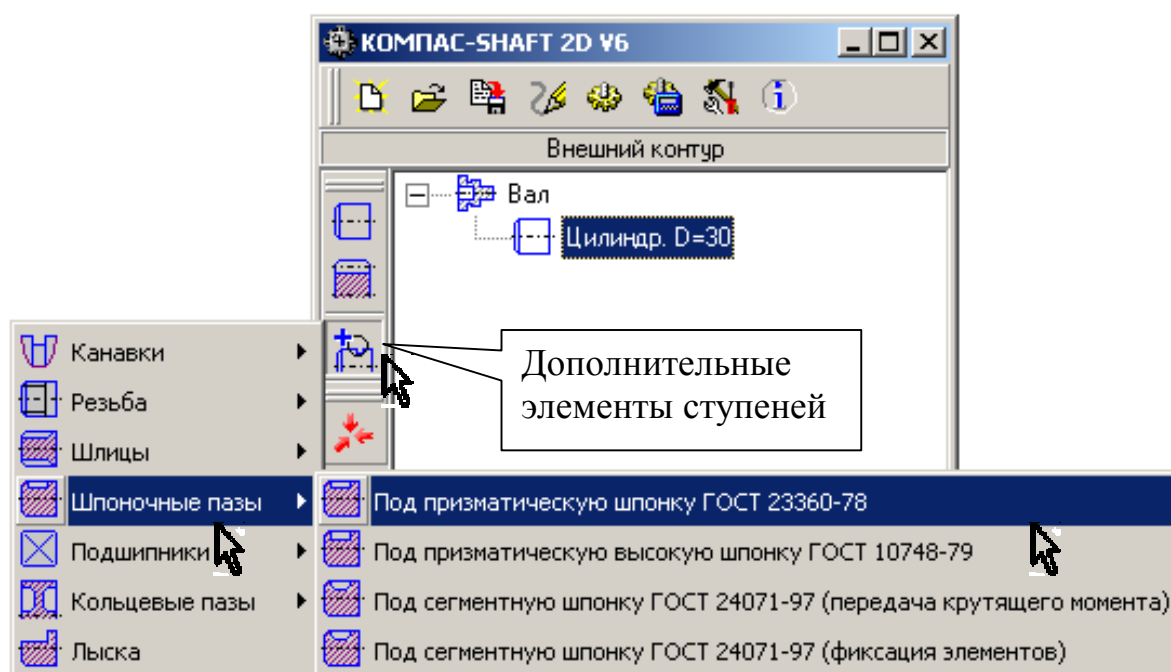

Рис. 72
- Для изображения шпоночного паза выберите команду **Дополнительные элементы ступеней** и нажмите кнопку **Под призматическую шпонку ГОСТ 23360-78** в разделе **Шпоночные пазы**, рис. 72.